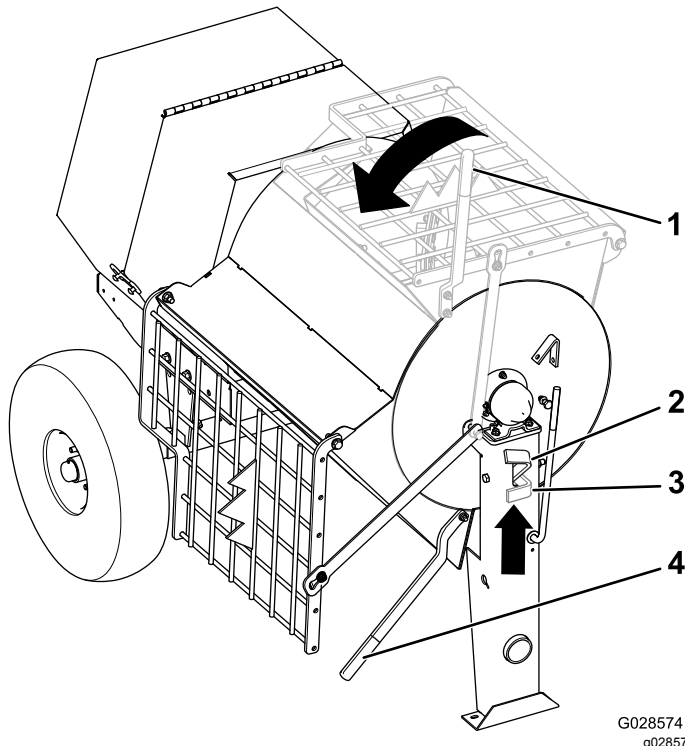

Figura 32
2. Sujete la palanca de volteo con la mano izquierda (Figura 32).
3. Levante la manija del pestillo del tambor (Figura 32).
4. Con ambas manos en la palanca de volteo, gírela en sentido antihorario para descargar el contenido del tambor (Figura 32).
5. Gire la palanca de volteo en sentido **horario** hasta que el pestillo del tambor bloquee el tambor en la posición vertical (Figura 32).